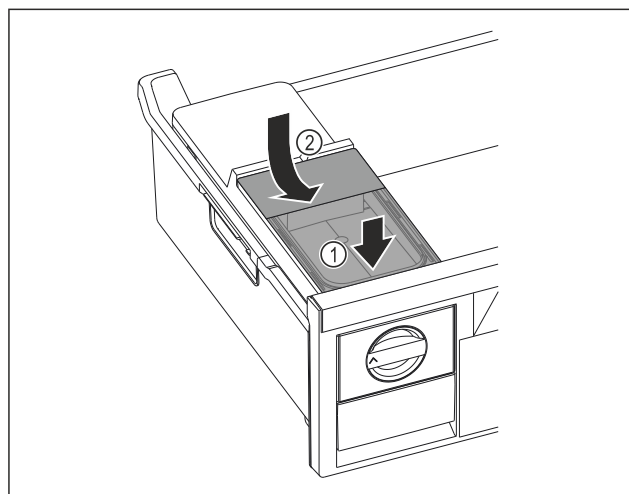

Fig. 127
- ▶ Sett fast fronten på vannbeholderen. Fig. 127 (1)
- ▶ Senk vannbeholderens bakdel. Fig. 127 (2)